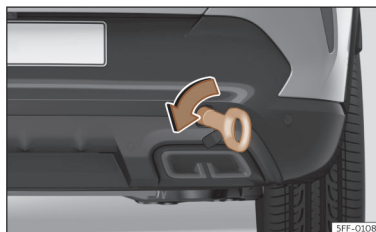

Fig. 216 No lado direito do para-choques traseiro: argola de reboque enrosçada.
- Enrosque a argola de reboque no alojamento girando-a ao máximo **no sentido contrário ao dos ponteiros do relógio** >>> **Fig. 216** , >>> ①. Utilize um objeto adequado com o qual possa enroscar completa e firmemente a argola de reboque no seu alojamento.